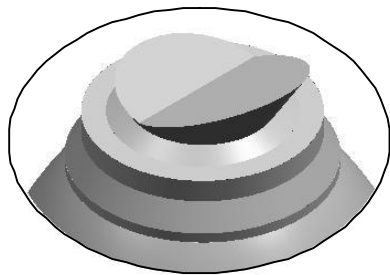

图4-14
13. 选择前两步绘制的草图轮廓，在【成形特征】工具条中单击【拉伸】按钮，弹出【拉伸】对话框。在【选择步骤】中选择【求差】选项，然后在【起始】下拉列表框中选择【对称值】选项，在【起始】输入框中输入“50”，最后单击 **确定** 按钮创建拉伸切除特征，结果如图 4-14 所示。